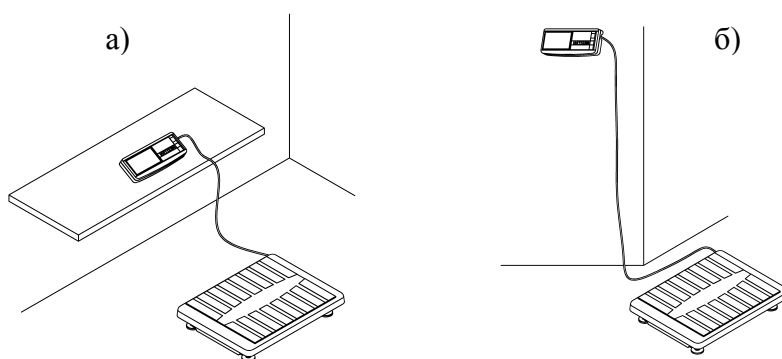

Рис. 7.1 - Варианты размещения устройства индикации:
- Выбрать удобный вариант размещения устройства индикации для работы с весами (Рис. 7.1).